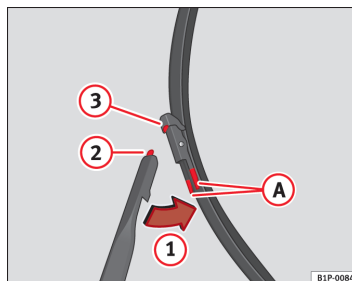

Fig. 148 Udskiftning af viskerblade foran
- Tryk på låsetappen **A**, og tag viskerbladet ud i pilens retning **1** ⇒ Fig. 148.
- Sæt tappen **2** ind i holderen **3** i viskerbladet ⇒ Fig. 148.
- Tryk viskerbladet modsat pilens retning **1** ind mod viskerarmen, indtil du hører et klik ⇒ Fig. 148.